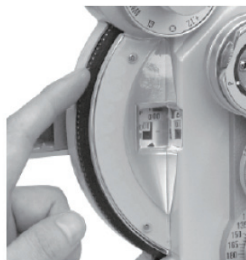

Abb.11
Um nur die sphärische Wirkung anzuzeigen (abgekürzt als "S"), drehen Sie den Zusatzlinsenknopf ②① auf Position O, dann Zylinderlinsenknopf drehen ②⑦ bis "00" auf der zylindrischen Leistungsskala angezeigt wird ②⑤. Dann drehen Sie den schwachen sphärischen Kraftregler ②③, Wert S wird in der sphärischen Leistungsskala angezeigt ②④, im Bereich von -19.00D~+16.75D, in 0.25D progressiv ansteigend oder abnehmend (Abb.11).